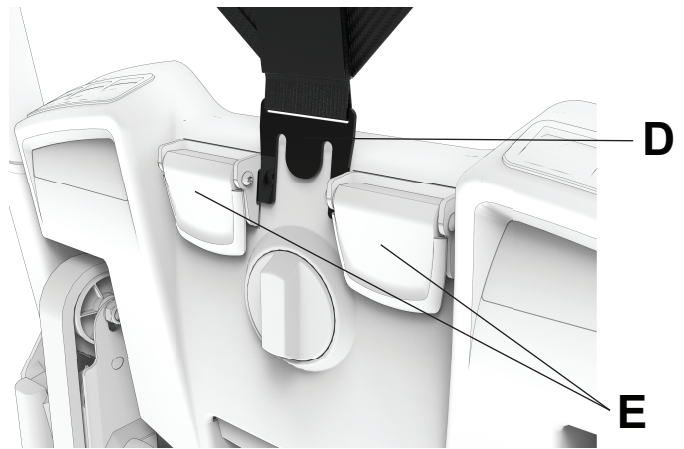

図 32 – フックを挿入する
4. ヘッドサポート下部のプラスチック製クリップ ( D ) を、チェア背面にある2つの黒いPCSカムマウント ( E ) の間に押し込みます ( 図 32 )。